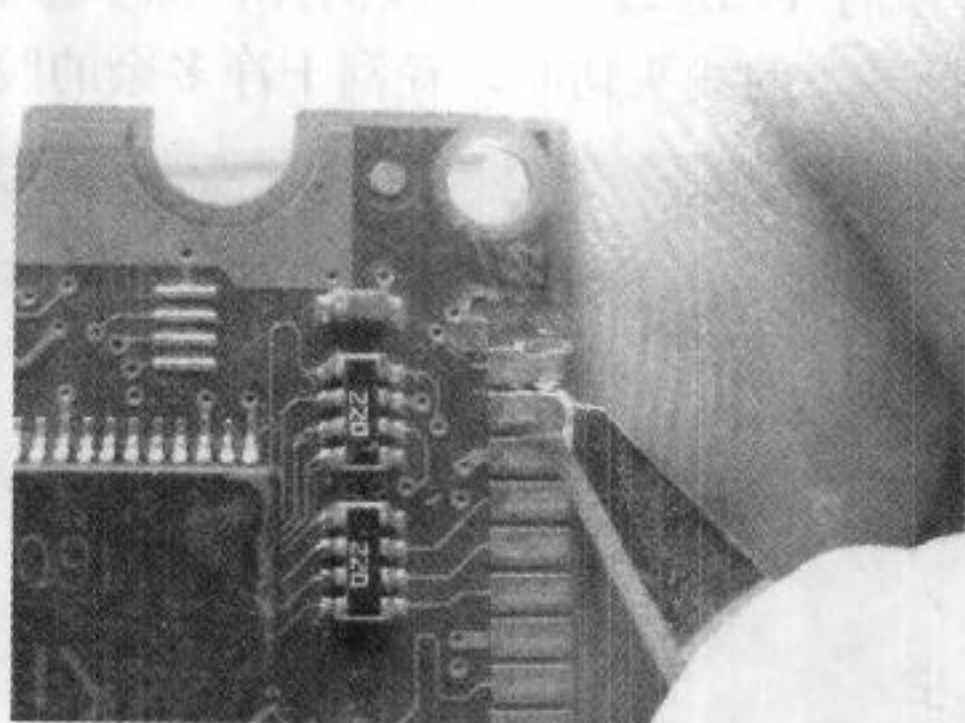

图 4-8 割取金手指
(2) 从报废的卡上用壁纸刀割下同样的金手指，如图 4-8 所示。